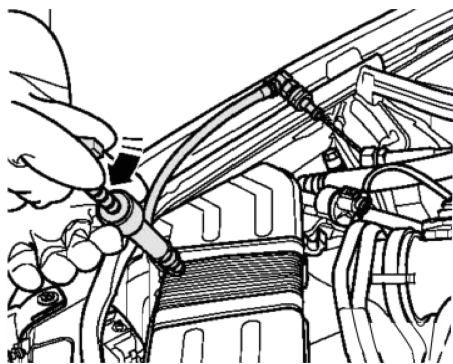

图 11-1-17 注射检漏添加剂
8) 如图 11-1-17 所示，将 2~3mL 的检漏添加剂注入到制冷剂循环回路中。